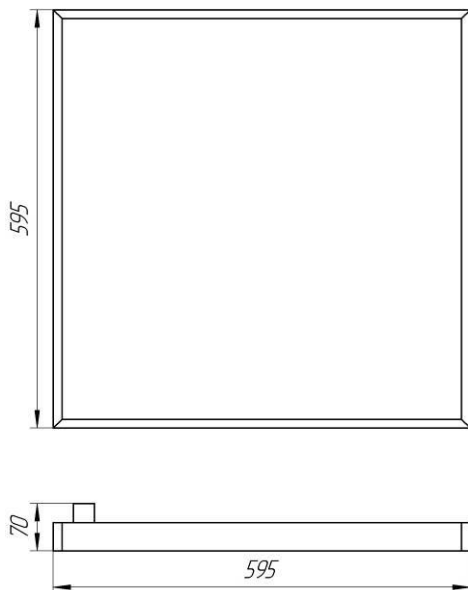

Рисунок 1. Габаритный чертеж Econex СВО
24. Габаритный чертеж светильника	Рисунок 1